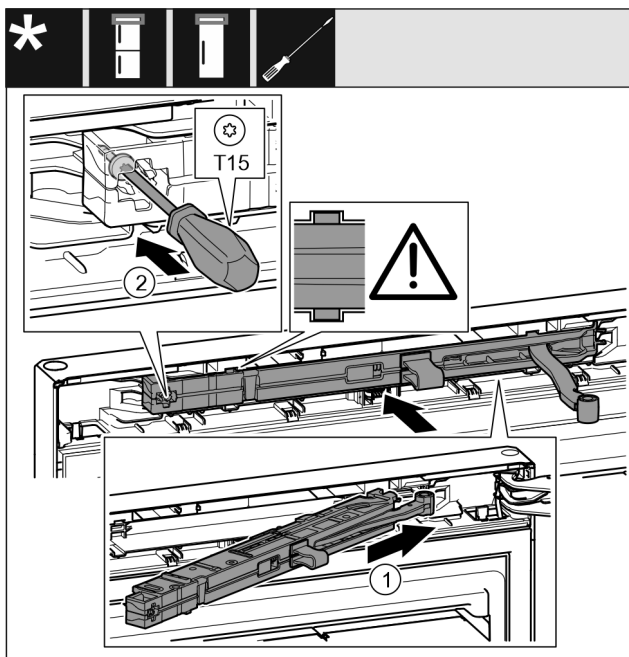

Fig. 65
- ▶ Gurnite jedinicu prigušivača zatvaranja Fig. 65 (1) na strani podloška ležaja do graničnika koso u izrez.
- ▶ Odvijačem pritegnite vijak Fig. 65 (2).